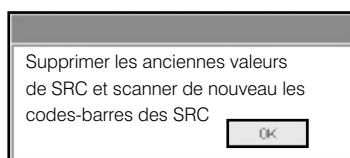

Figure D-1 : Message concernant l'effacement des données des SRC et leur rescannage
11. Après l'étalonnage de l'hémoglobine, le message "Supprimer les anciennes valeurs de SRC et scanner de nouveau les codes-barres des SRC" apparaît. Tapez sur "**OK**" pour effacer les données en mémoire obtenues avec des SRC à chaque niveau de contrôle (Figure D-1).